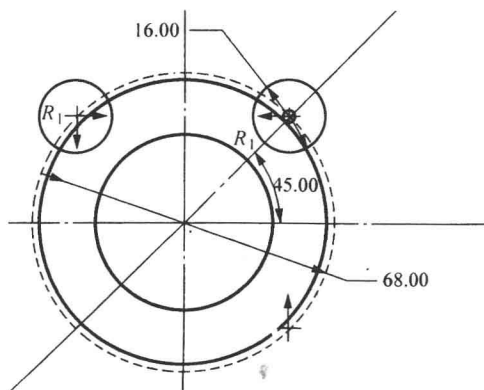
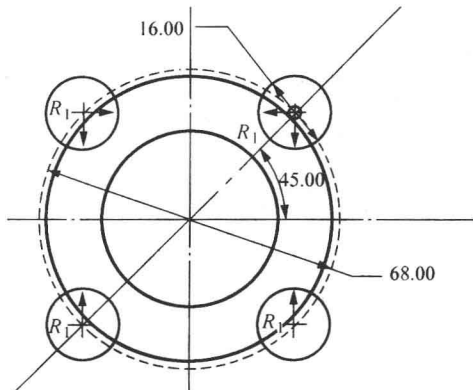

图 1.1-27 镜像一个圆
图 1.1-28 镜像两个圆
(5) 单击选择直径为 16 的圆 (红色) 后，单击  (镜像) 按钮，按消息栏提示：选择中心线 2 为镜像中心线，直径为 16 的圆镜像到第二象限，如图 1.1-27 所示。同理，完成第三、第四象限的圆，如图 1.1-28 所示。单击  (确定) 按钮，完成草绘。